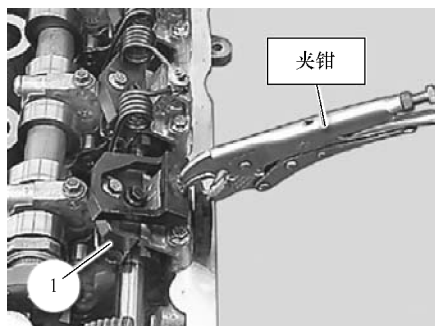

图 14-23 安装滑块
16) 如图 14-23 所示, 用专用工具 (夹钳) 预紧滑块 1, 然后拧紧滑块 1 的两个螺栓。